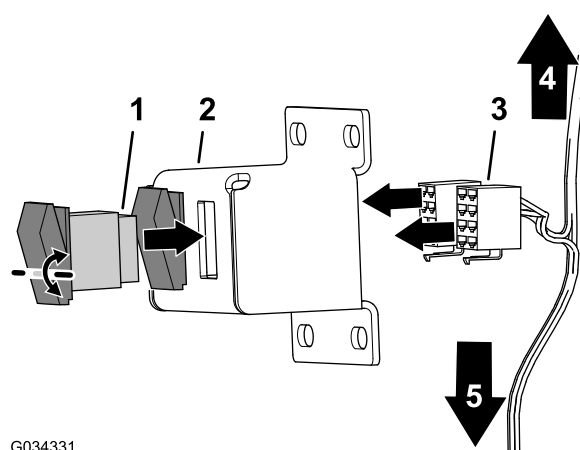

Figure 2
1. Placez l'interrupteur à bascule devant l'ouverture du support (Figure 2).
2. Insérez l'interrupteur dans l'ouverture jusqu'à ce qu'il s'enclenche solidement en place (Figure 2).
4. Branchez les connecteurs à 8 douilles du faisceau aux connecteurs à 8 broches des interrupteurs à bascule (Figure 2).